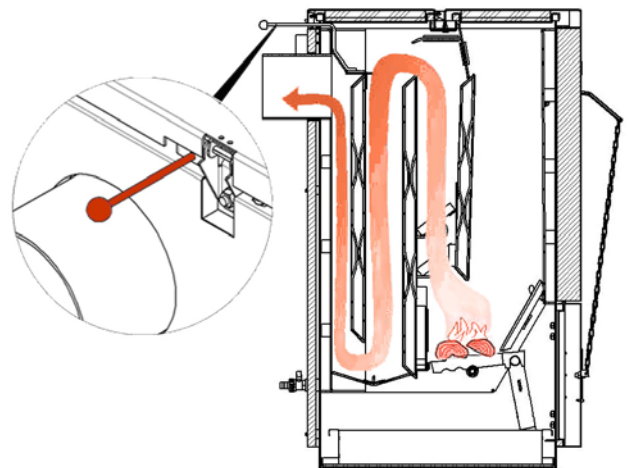

Рис. 16 Растопочная заслонка в рабочем положении
- Закрывать растопочную заслонку (рис. 16)